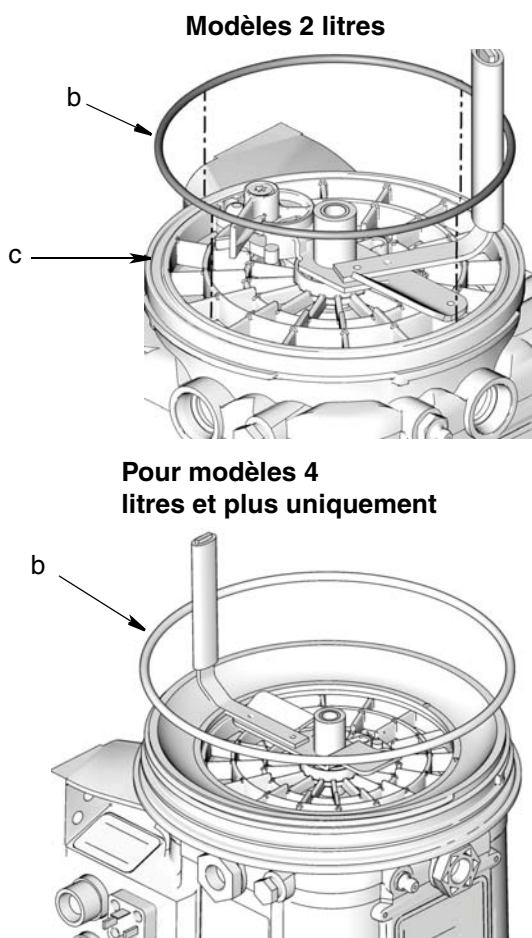

FIG. 3
4. Retirer le réservoir (a) et le joint torique (b) du fond de la plaque de presse-purée (c) placée sur la base du G3 (FIG. 3). Jeter le joint torique (b).
1. Lubrifier le nouveau joint torique (3) (compris dans le kit) et installer le joint torique dans le fond de la plaque presse-purée (c) (FIG. 3).